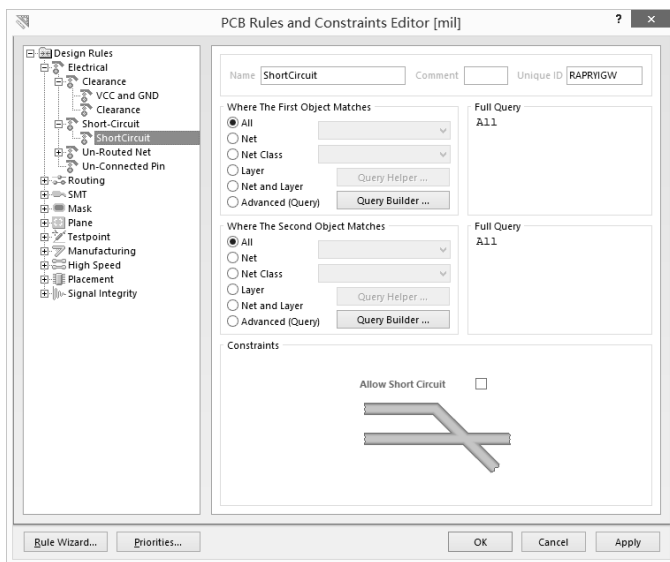

图 3.3.11 设置是否允许短路
(2) Short-Circuit (短路) 选项区域设置。短路设置就是是否允许电路中有导线交叉短路。设置方法同上, 系统默认不允许短路, 即取消“ Allow Short Circuit (允许短回路)”复选框, 如图 3.3.11 所示。本例中采用默认值。